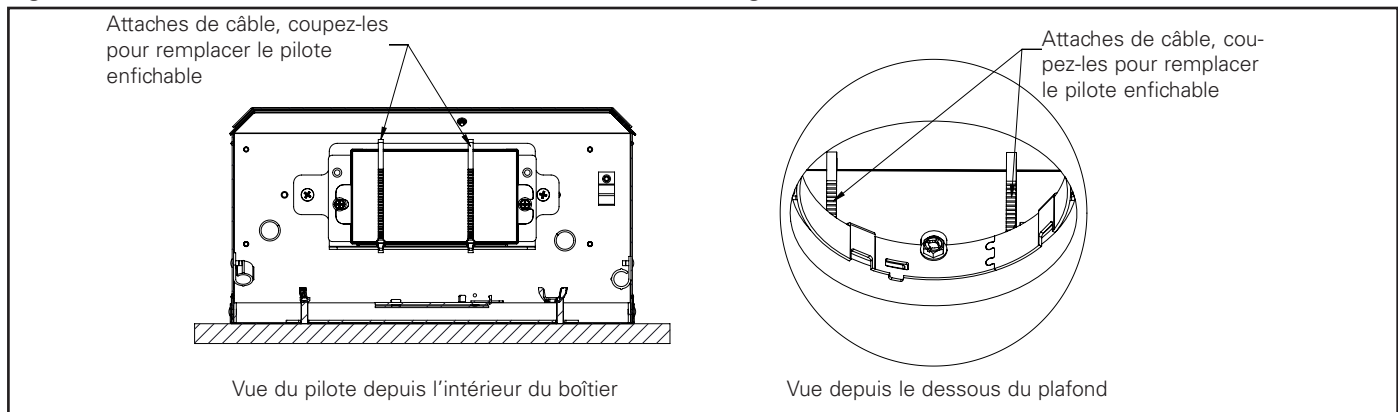

Figure 28.
7. Repérez les deux attaches de câble qui fixent le pilote enfichable (consultez la Figure 28) et coupez-les à l'aide d'un coupe-fil.